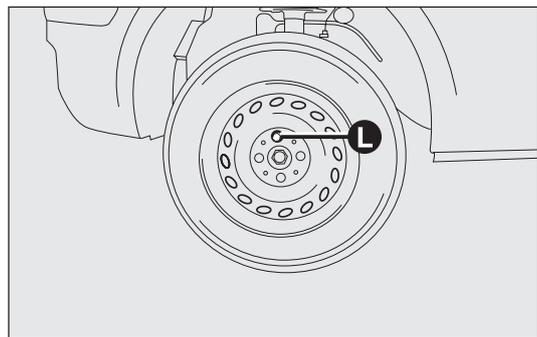

fig. 125
- ❑ retirar el tapacubos (si está presente) después de haber aflojado los tres tornillos que lo fijan y, por último, aflojar el cuarto tornillo L - fig. 125 y extraer la rueda (para versiones con motorización Multijet);